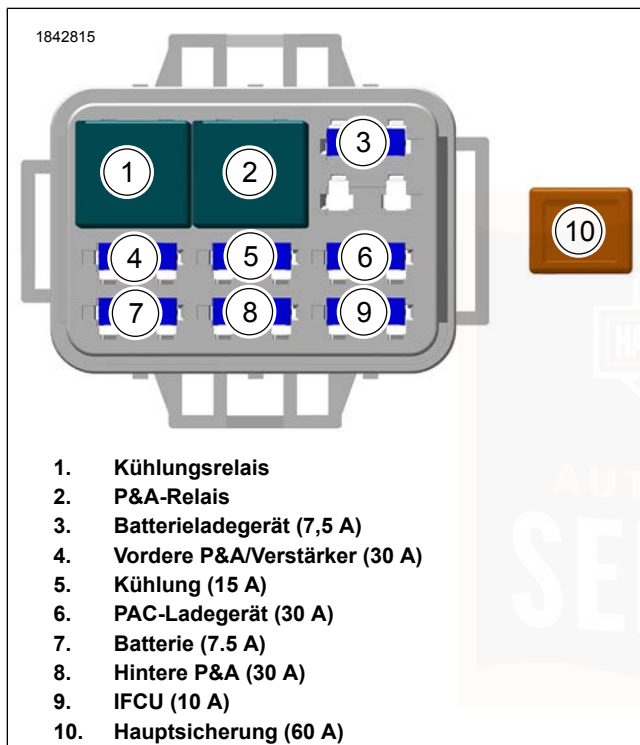

Abbildung 111. Identifizierung von Sicherungen und Relais
4. Siehe Abbildung 111. Die Sicherung entfernen und den Schmelzeinsatz überprüfen.